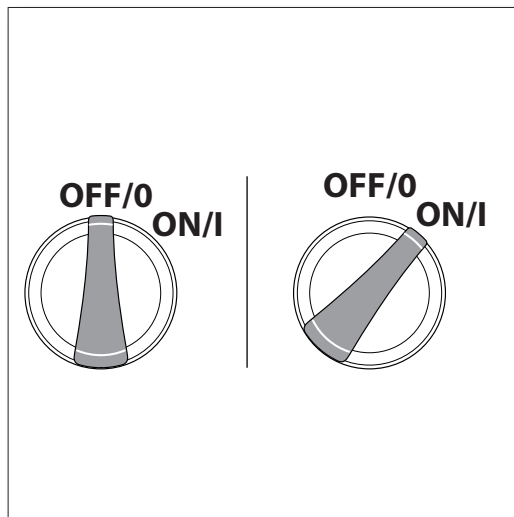

Fig. 18
- Asegúrese de que el interruptor “ON/OFF” está en la posición “OFF”. El interruptor de alimentación tiene símbolos internacionales de ‘on’ y ‘off’: En (|) Off (O), (**Fig. 18**).